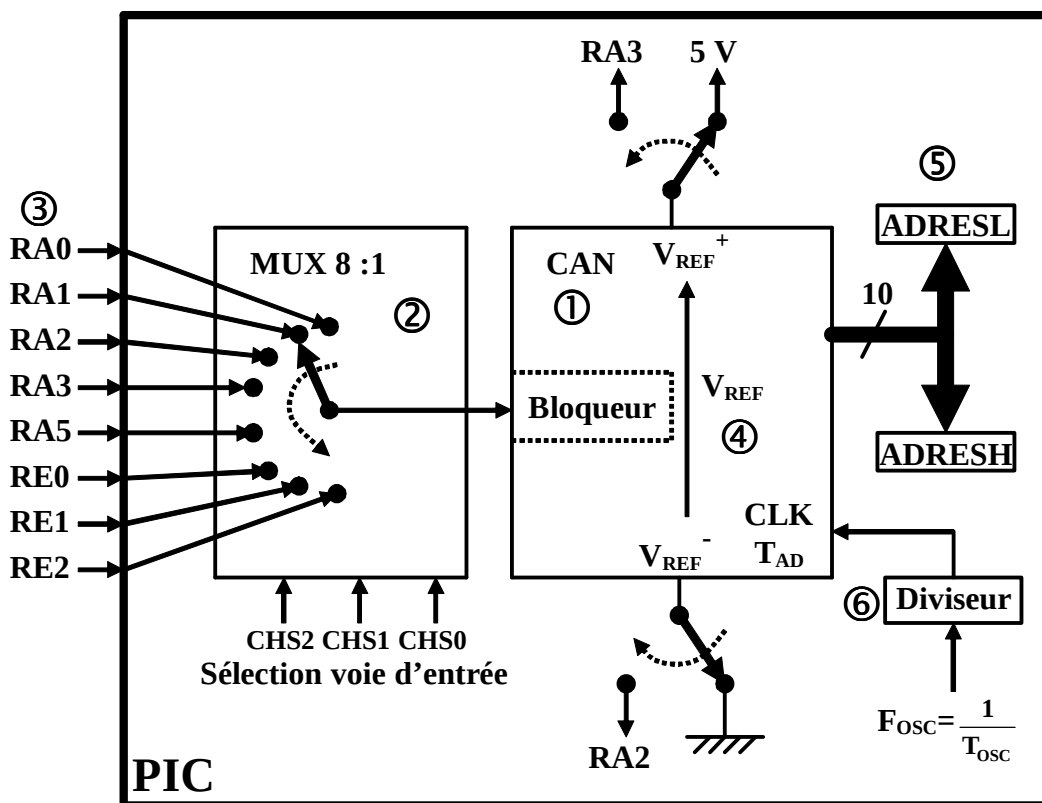

Figure VIII.55.
Son synoptique général est donné sur la figure VIII.55. ci-dessous :
Comme on l'avait déjà vu sur la figure VIII.55. (cf. ⑤), le résultat de la conversion analogique/numérique est placé dans les registres SFR **ADRESH** (comme **H**igh) et **ADRESL** (comme **L**ow), chacun de taille 8 bits, ce qui est suffisant pour les 10 bits du résultat.